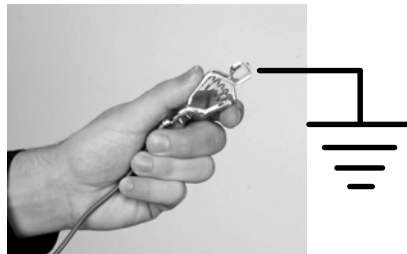

Figura 3-15 Ligação à terra do sistema
**Sistemas móveis:** Consulte a figura 3-15. Ligue o cabo de ligação à terra ligado ao perno de terra do controlador a uma verdadeira ligação à terra.